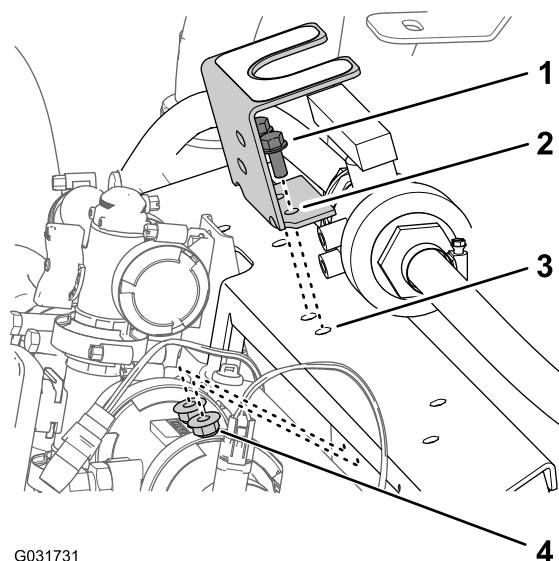

図 229
1. ステップ 49 EU 適合キットオプションを外す (ページ 21) で取り外したボールバルブ用ブラケットの穴を、マニホルドマウントに取り付け穴を開ける (ページ 97) で開けたマニホルド上の穴に 図 229 のように合わせる。
2. マニホルドマウントにブラケットを取り付ける 図 229 ステップ 49 EU 適合キットオプションを外す (ページ 21) で取り外したフランジヘッドボルト 5/16 x 3/4" 2 本とフランジロックナット 5/16" を使用する。